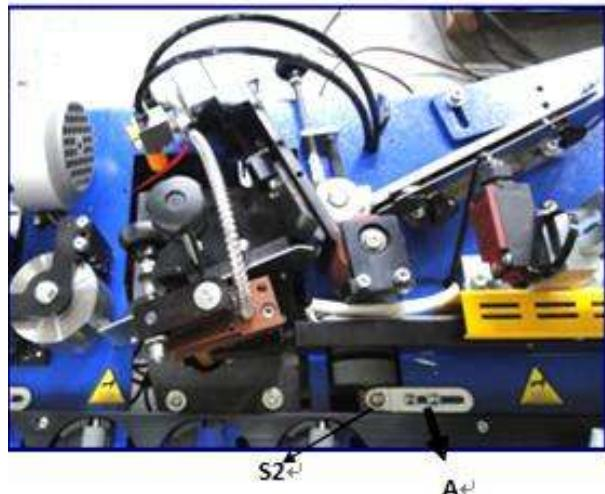

Рисунок 17
Эта функция работает от пневмосистемы, когда заготовка размыкает клапан S2 электрическим переключателем, который находится на столе (рис. 17).
Электрический переключатель S2 смонтирован на панели, закрепленной на корпусе станка двумя винтами **A** (рис. 17).
*Для регулировки припусков переместите электрический переключатель **S2**. По ходу панели, чтобы увеличить припуск, против хода для уменьшения припуска, закрутите винт (рис. 17).*